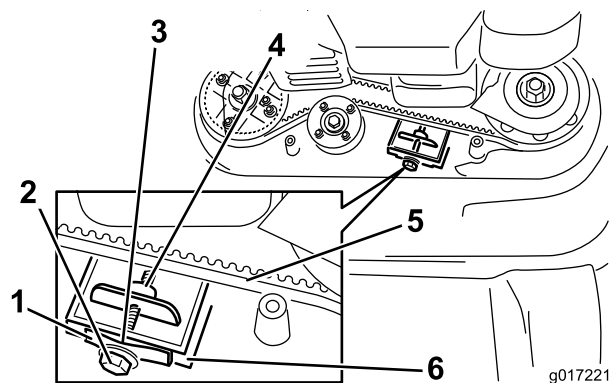

Рисунок 37
**Примечание:** Если имеется видимый зазор между измерителем зазора и пружиной, затяните регулировочный болт и гайку до момента, когда бумага только начнет свободно входить в зазор и выходить из него (Рисунок 37).